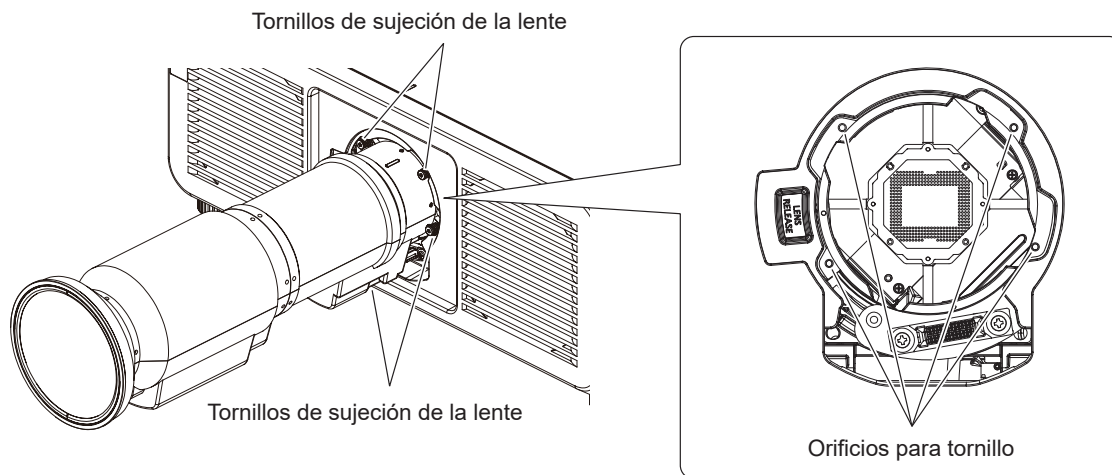

Figura 4
4) **Asegure la lente de proyección con los tornillos de fijación de la lente. (Figura. 4) (Solo para la unidad ET-C1U100)**